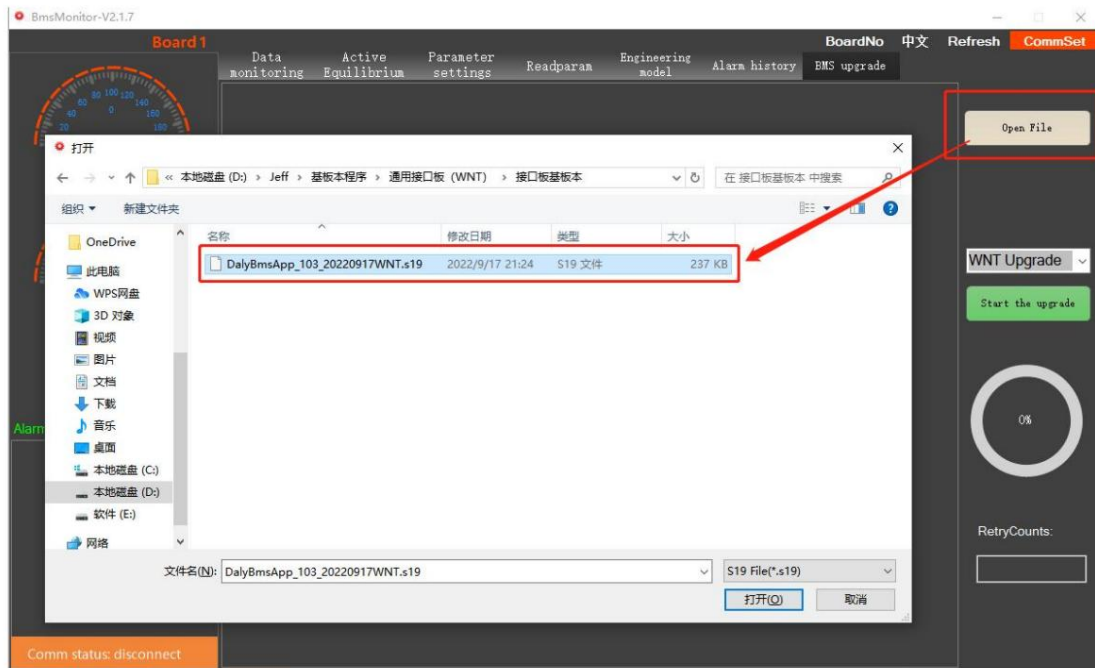

Abbildung 2-33 S19-Datei zum Upgrade öffnen
(2) **Klicken Sie auf „Upgrade-Programm öffnen“** , um die Upgrade-Datei auf den Host zu laden Computer, oder ziehen Sie die Upgrade-Datei direkt in das „Universal Interface“. „Board (WNT) Upgrade“-Schnittstelle. **Abbildung 2-33.**